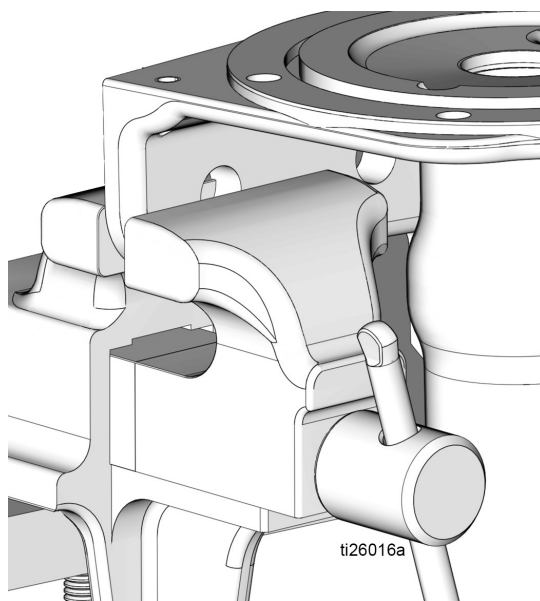

Рис. 32
1. Используйте чистую салфетку для обтирания основания насоса (1) и удаления любой грязи или загрязняющих веществ. Осмотрите поверхность на отсутствие любых царапин или повреждений. Замените насос, если основание насоса повреждено.
2. При необходимости, измените положение основания насоса (1) в тисках, как показано на Рис. 32.